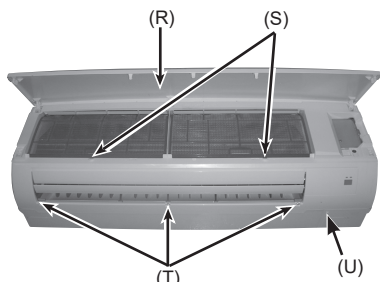

Fig. 6-2
- (1) Appuyer sur les boutons et les déverrouiller de chaque côté de la grille avant et soulever celle-ci jusqu'à ce qu'elle soit de niveau. Avancer les charnières pour déposer la grille avant. (Fig. 6-2)
- (2) Retirer les 3 capuchons de vis du panneau. Retirer 5 vis. (Fig. 6-2)
- (7) Retirer la vis du cache. (Fig. 6-2)